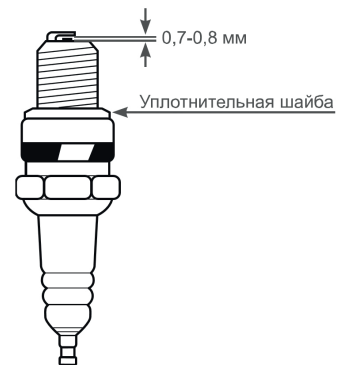

рис. 17. Обслуживание свечи зажигания
4. Измерьте зазор между электродами свечи зажигания специальным щупом. Зазор должен быть 0.7-0.8 мм (Рис. 17). При увеличении, или уменьшении требуемого зазора, рекомендуется заменить свечу, так как регулировка зазора может привести к изменению качества искрообразования.